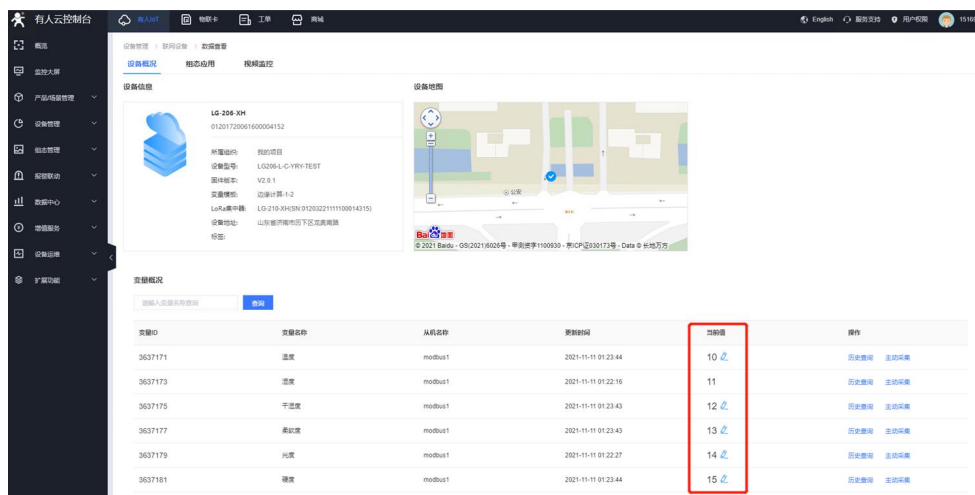

图 26 边缘采集通讯示例
(2) 通过 Modbus Slave 模拟终端设备，设定回复数据；节点与 LG210 网关正常通讯的情况下，LG210 网关会对节点不断的采集数据，然后网关选择边缘采集的规则进行上报至云端，这时，可以从云端看到按照边缘采集上报的数据，如“图 26”边缘采集通讯示例。